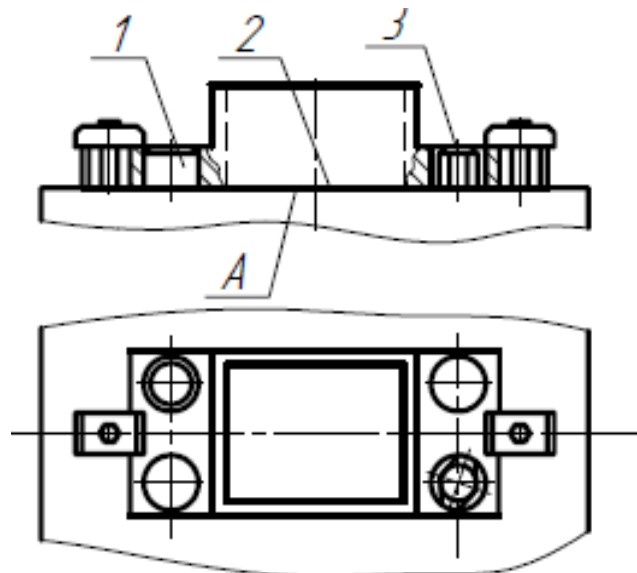

Рисунок 9. Базирование заготовки
**Пример 8.** Требуется: рассмотреть установочные элементы имеющегося приспособления (рис. 9) и установить поверхности заготовки, составляющие технологическую базу при закреплении заготовки в приспособлении; разработать схему базирования заготовки и сделать вывод о соблюдении правила шести точек.